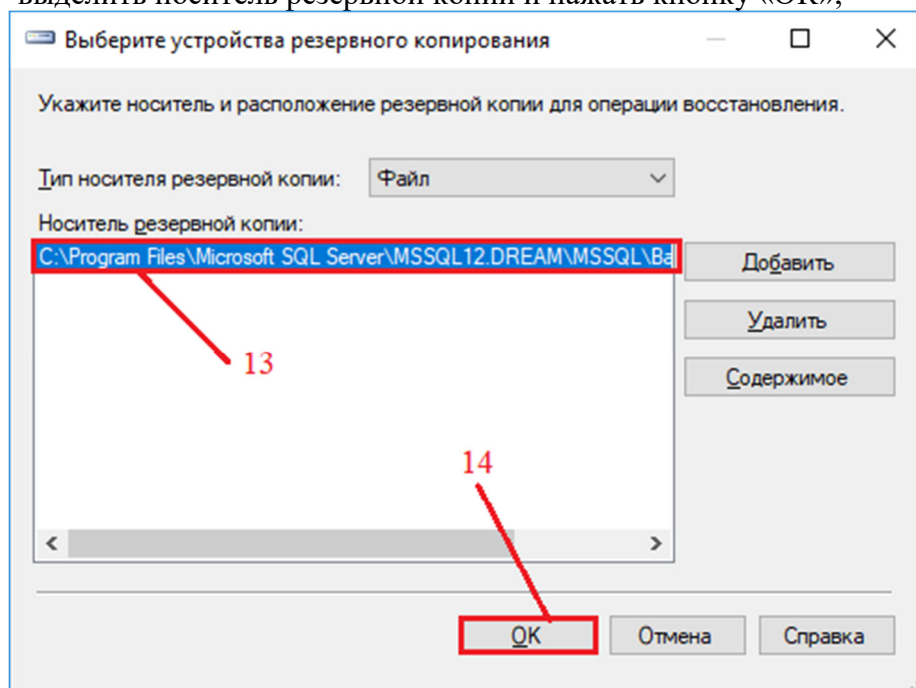

Рисунок 3.1.7
- в окне «Выберите устройства резервного копирования» (см. Рисунок 3.1.7) выделить носитель резервной копии и нажать кнопку «ОК»;